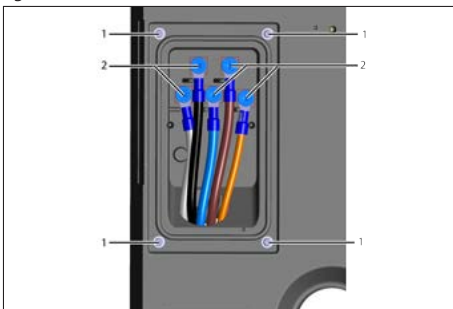

Fig. 07: Anschlussklemmen Ladekabel
- ▶ Ladestation drehen, um die Wartungsklappe auf der Rückseite zu öffnen (Fig. 07; 1). Die Abdeckung ist versiegelt.
- ▶ Verbleibende Leiter des Ladekabels trennen (Fig. 07; 2).